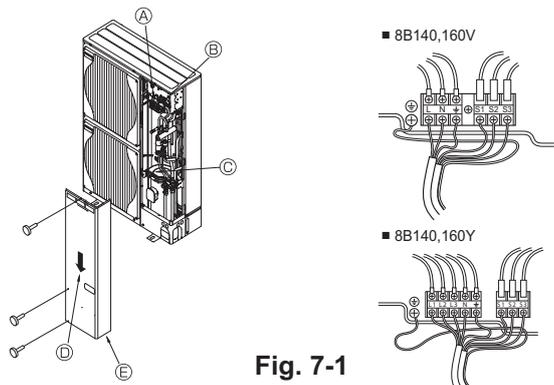

Fig. 7-1
7.1. Utomhusenhet (Fig. 7-1)
① Ta bort servicepanelen.
② Anslut kablar enligt Fig. 7-1.